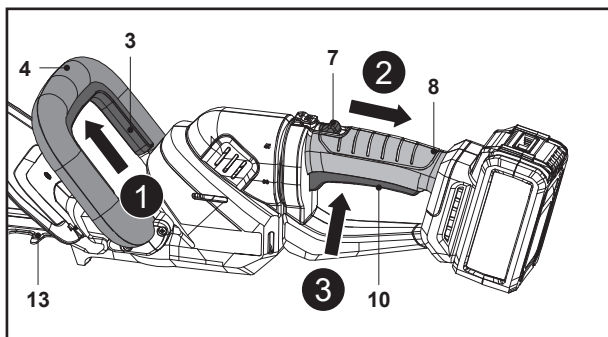

Fig. 6
1. S'assurer que le dispositif de coupe (lame) (13) ne touche aucun objet. Retirer le protège-lame (1) du dispositif de coupe (lame) (13) avant de mettre le produit en marche.
2. Tenir le produit avec une main sur la poignée avant (4) et l'autre main sur la poignée arrière (8).
3. Appuyer sur l'interrupteur de sécurité (3) et le maintenir en position (Fig. 6, étape 1).
4. Tirer d'abord le bouton de déverrouillage (7) vers l'arrière pour l'ouvrir (Fig. 6, étape 2), puis appuyer sur l'interrupteur Marche/Arrêt (10) pour allumer le produit (Fig. 6, étape 3).
5. Relâcher l'interrupteur Marche/Arrêt (10) ou l'interrupteur de sécurité (3) pour mettre le produit hors tension.